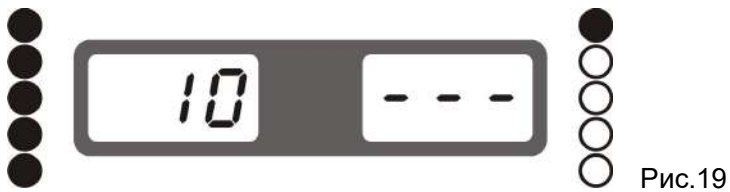

Рис.19
4.5 Медленно вращайте шину против часовой стрелки вручную до тех пор, пока все внутренние индикаторы не загорятся (рис.19).